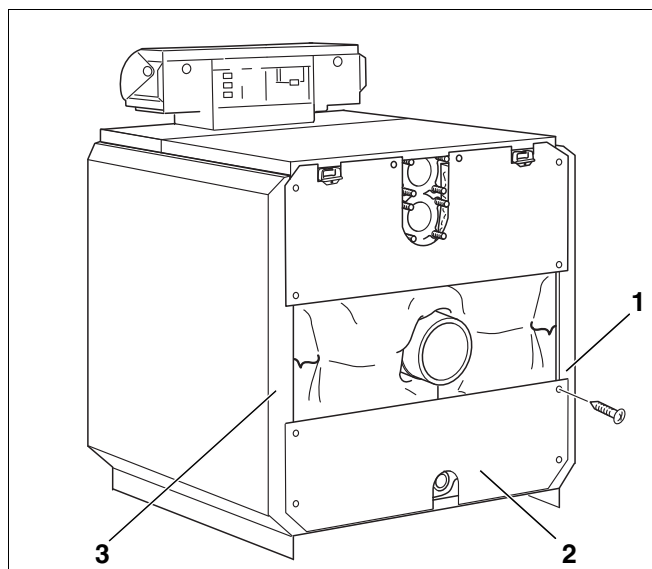

Fig. 40 Montage – panneau arrière inférieur
- Visser le panneau arrière inférieur de la chaudière (fig. 40, [2]) avec la découpe pour le raccordement de remplissage et de vidange vers le bas aux panneaux latéraux (fig. 40, [1] et [3]).